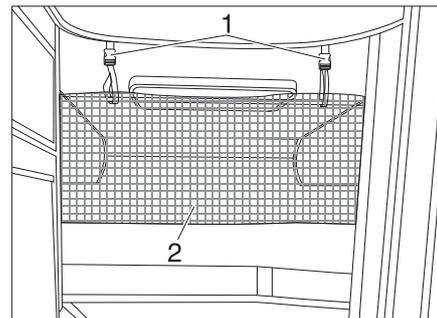

Bild 126 Sicherungsnetz
Das Sicherungsnetz (Bild 126, 2) ist serienmäßig zwischen Matratze und Lattenrost verstaub. Das Sicherungsnetz erst aufspannen, wenn sich die Person bereits im Bett befindet.
- Die Haltebänder (Bild 126, 1) in die Halterungen an der Decke einrasten.